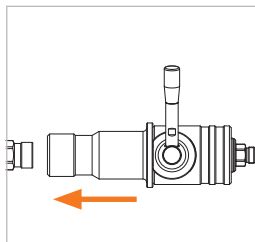

Abbildung 3
- ▶ Stecken Sie die Füllkupplung bis zum Anschlag auf den Tanknippel im Fahrzeug auf und halten Sie die Kupplung in dieser Position (OFF-Stellung) (*Abbildung 3*).